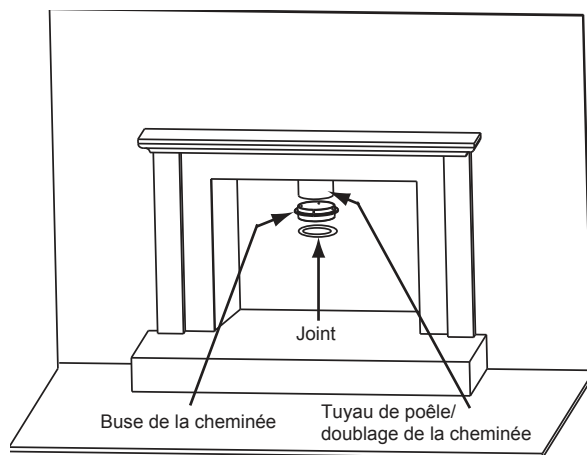

Figure 17.1
1. Il y a 4 trous pré-perçés dans la buse séparés de 90 degrés. Attachez la buse au conduit/doublage du poêle. Si le joint n'est pas en bon état, utilisez du mastic pour hautes températures **Figure 17.1**.